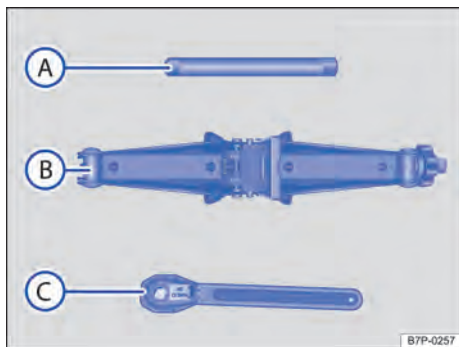

Fig. 284 Componentes do macaco sanfona.
6. Soltar os parafusos de roda da roda a ser trocada \Rightarrow Página 477. Encaixar o prolongamento \Rightarrow Fig. 284 (A) no macaco sanfona (B). Colocar a manivela (C) sobre o prolongamento (A).